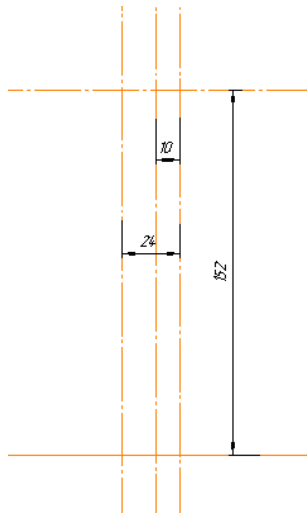

Рис. 2
2. Изобразить осевые линии. Крайнюю правую вертикальную осевую линию провести произвольно, примерно по центру листа. При формировании изображений остальных осевых линий использовать расширенную команду –  **Параллельный отрезок**. В **Панели свойств** задать расстояние между горизонтальными осевыми линиями равное 152 мм, между вертикальными осевыми линиями, 10 и 24 мм (рис. 2).